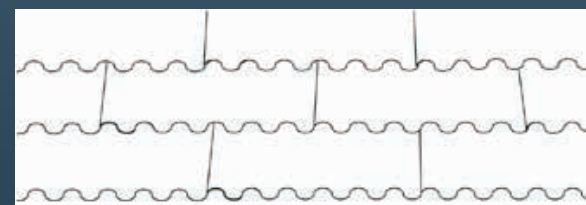

Bild 2: englische Verlegung
- Bei der englischen Verlegung (Bild 2, 1/2 Platte Versatz) sollte die Mindestdachneigung 8 Grad betragen